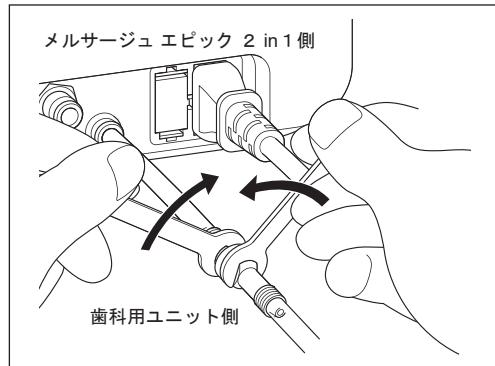

図60
- 3) ふたつのスパナ（5×8）を使って、矢印の方向に回します（図60）。